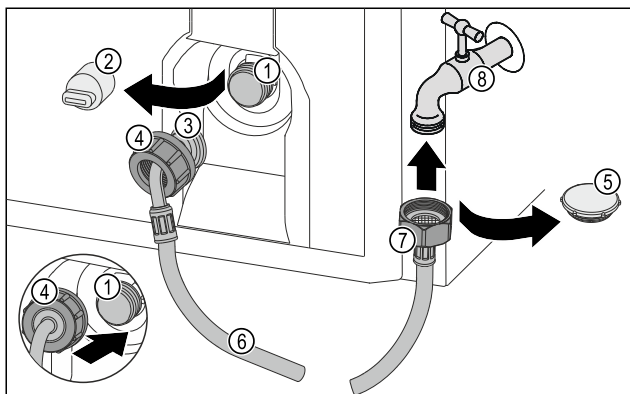

Fig. 27
- ▶ Távolítsa el a zárósapkát Fig. 27 (5).
- ▶ Helyezze fel az egyenes tömlővéget Fig. 27 (7) a vízcsapra Fig. 27 (8).
- ▶ Az óramutató járásának irányában húzza meg az anyát az egyenes tömlővégen Fig. 27 (7).